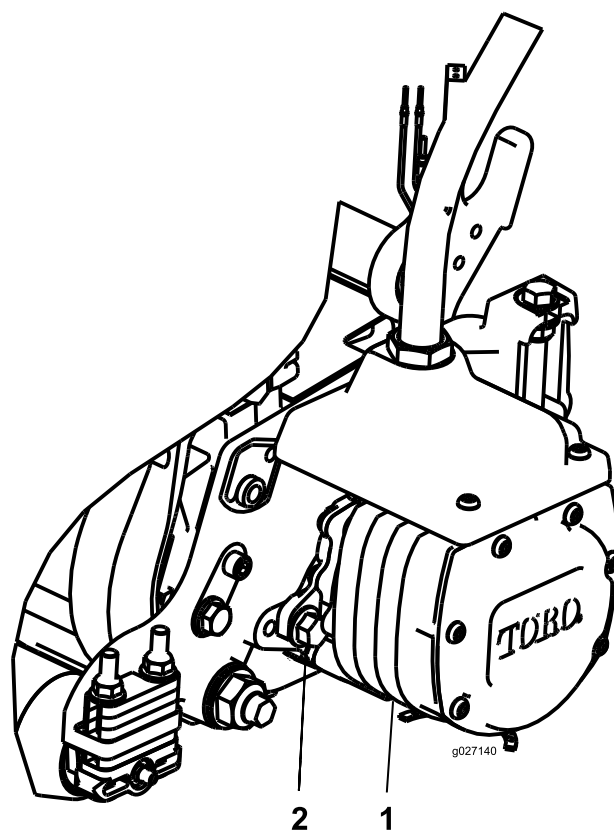

Figura 24
3. Alinee el motor con la unidad de corte, girándolo en sentido horario hasta que las bridas del motor estén libres de los pernos (Figura 24).